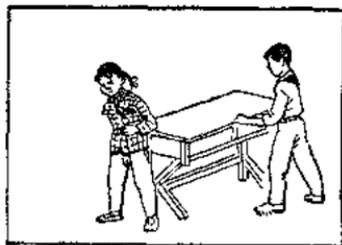

图 2
i. 绘片：根据图 2、3 的样子，分别绘在片基上，并着好颜色。（以下简称片 2，片 3）。